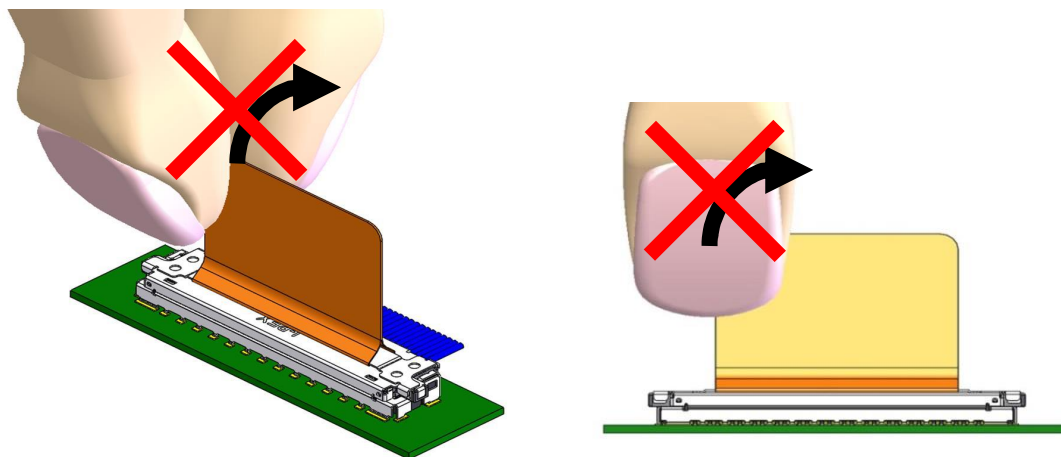
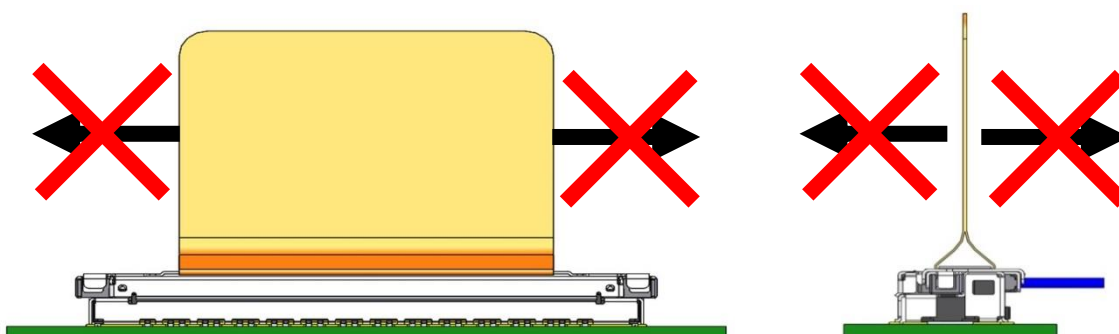

Fig.33 PULL TAPE 片端掴み
Fig.34 PULL TAPE 引張方向
- ・Fig.33 のように PULL TAPE の片端を掴んで回転抜去をしないでください。また Fig.34 のような方向に PULL TAPE を引張らないでください。PULL TAPE が切れたり、SHELL-A、PULL TAPE HOLDER の変形などが発生する原因となりますので、抜去時は PULL TAPE の中心を掴んで基板に対し垂直に抜去してください。